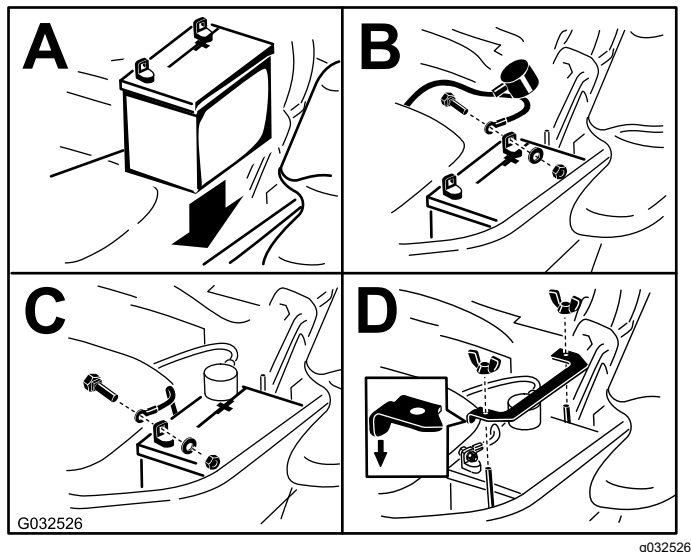

Figura 59
**Nota:** Coloque la batería en la bandeja, con los bornes frente al depósito de aceite hidráulico (Figura 59).